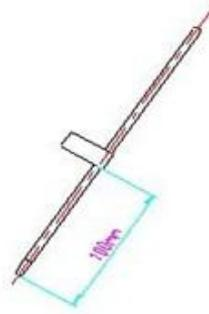

图 3
- 2、把温度计用胶布粘好，按照图3规定使其高出一个台阶能将温度计定位并卡在插孔上。